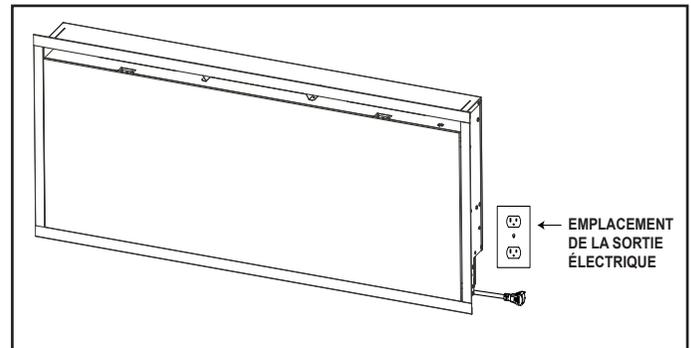

Figure 3.3 Emplacement de la prise électrique
4. Remplacez l'ensemble de cordon, la plaque protectrice du bornier et les vis de fixation. Branchez le cordon dans la prise la plus proche. Voir Figure 3.3.